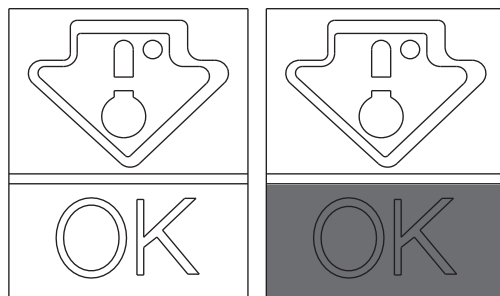

Fig. 5
• Pentru a menține aromele și prospețimea alimentelor, se recomandă depozitarea acestora în compartimentul de refrigerare, așa cum se poate observa în Fig. 5 de mai jos. Alimentele trebuie învelite în folie de aluminiu sau plastic sau trebuie așezate în recipiente adecvate, pentru a se evita împrăștierea mirosurilor.
Verificați dacă pe indicatorul pentru temperatură este vizibil cuvântul OK (Fig. 5).